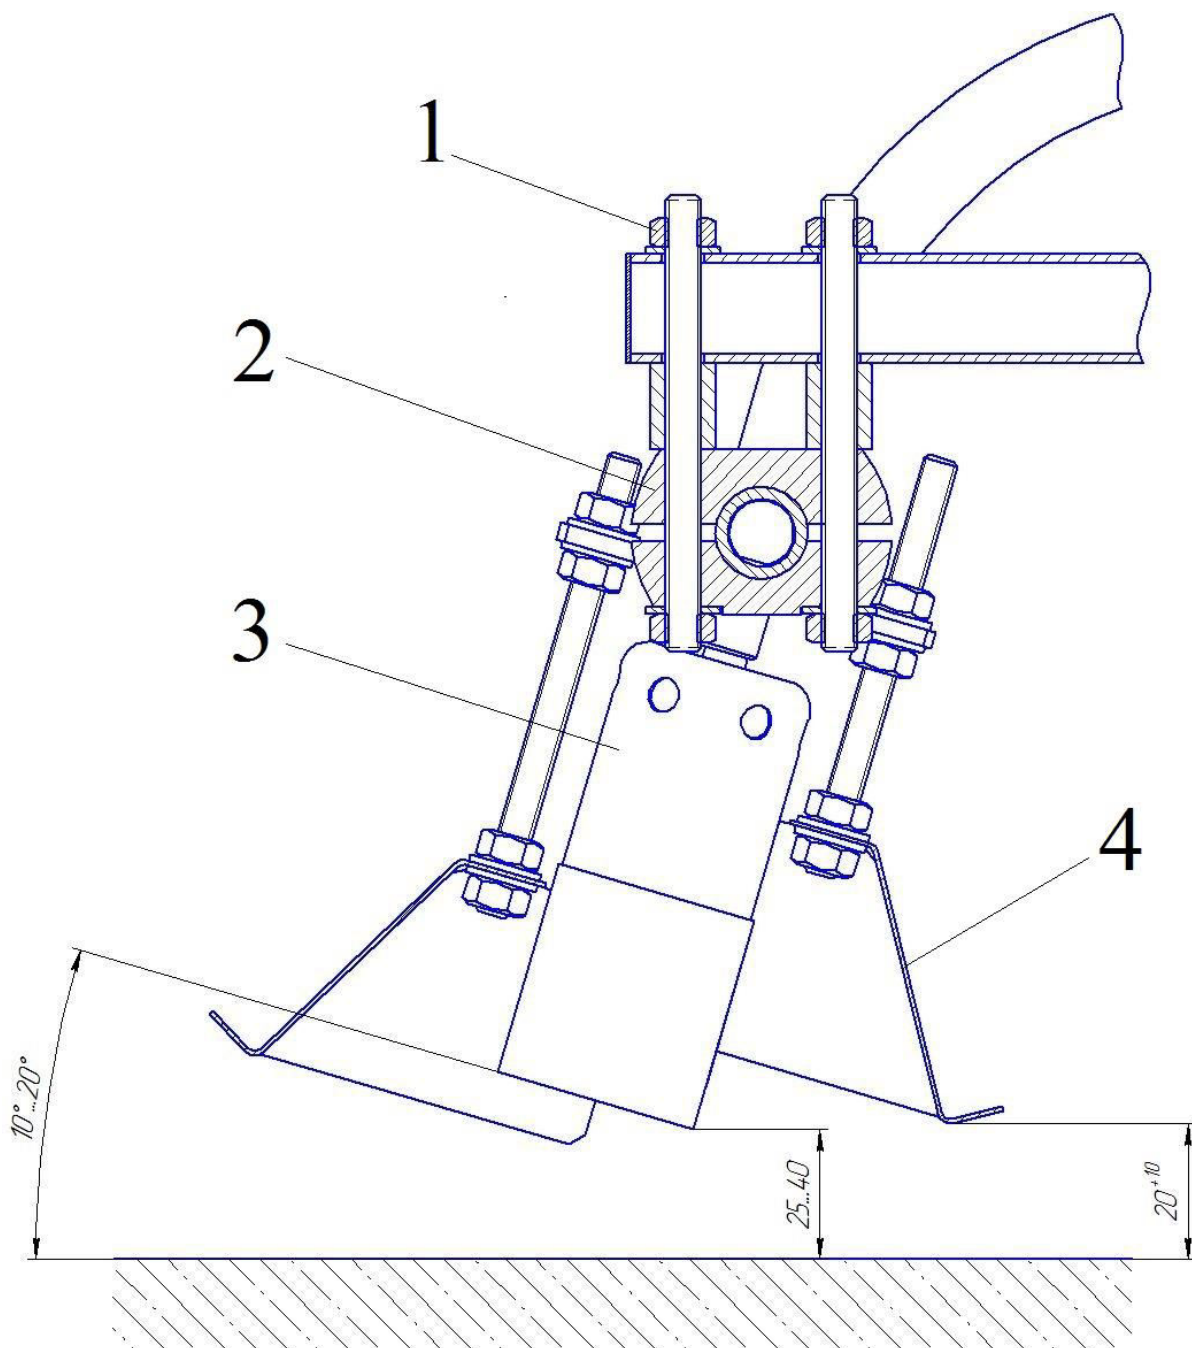

Рис.5
4.5.9 Отражатели (12) прикрепляются шпильками (15) с гайками (24) с шайбами плоскими (26) к кронштейнам горелки и выравниваются (см. рис.5).
5.8 Конструкция опор горелки позволяет регулировать угол наклона наконечников к нагреваемой поверхности (рис.5). Рекомендуется устанавливать угол в диапазоне 10-20 градусов вперед. Для этого необходимо ослабить затяжку гаек 1 опор 2, установить необходимый угол и затянуть.